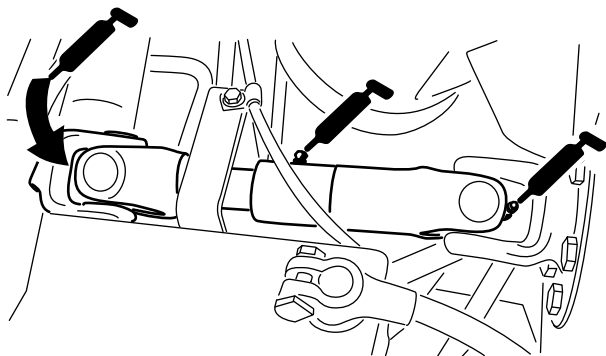

Рисунок 36
- Универсальный шарнир приводного вала насоса (3 шт.) (Рисунок 36)